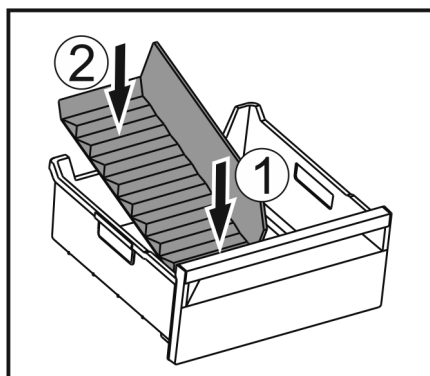

Fig. 60
- Inserire dapprima il divisore davanti Fig. 60 (1).
- Abbassare la parte posteriore Fig. 60 (2).